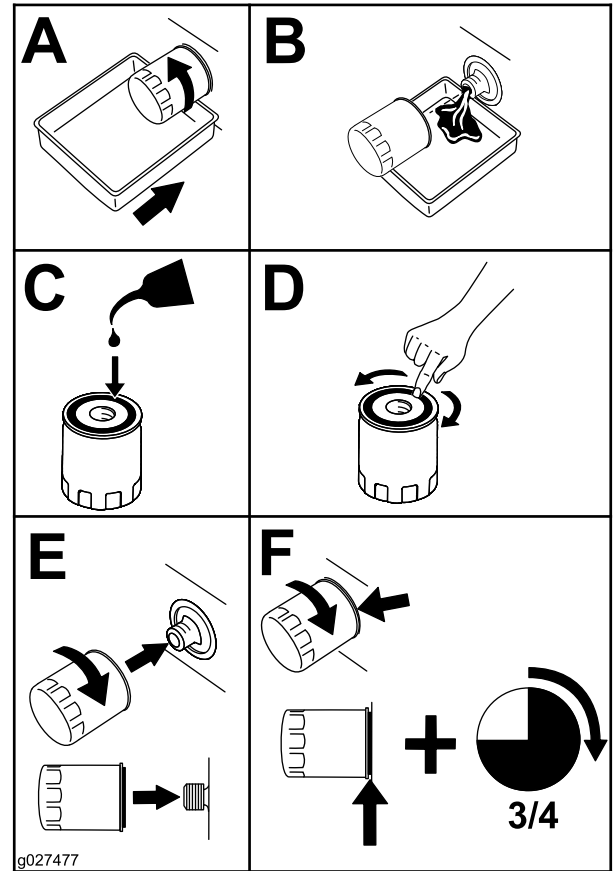

Figure 33
5. Remplacez le filtre à huile moteur (Figure 33).